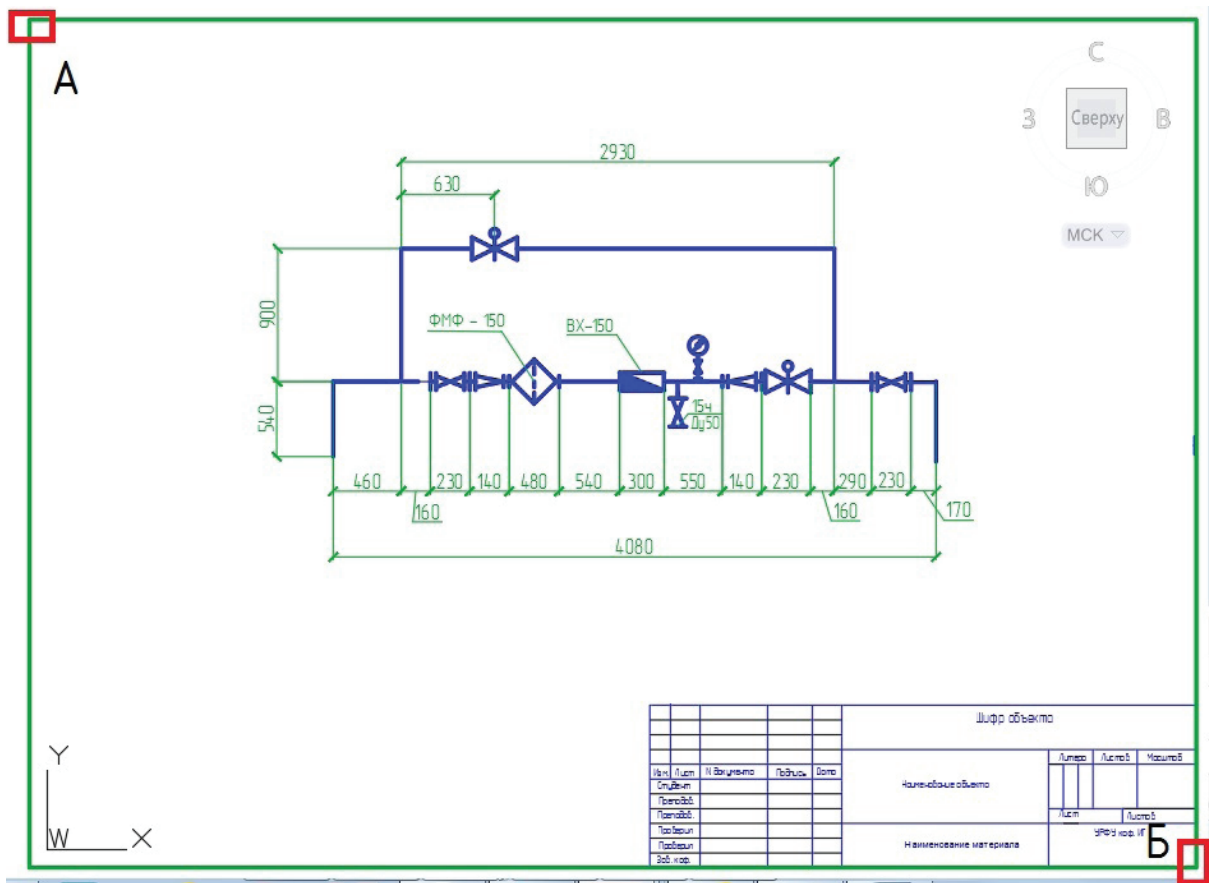

Рис. 2.5.40. Формирование видового экрана на листе
Сформированное изображение гидравлической схемы водомерного узла перенесем в пространство листа с заранее выполненным изображением формата А3 (рис. 2.5.40), как описано ранее в п. 2.4.2.
- 2) видовой экран, созданный программой, редактируем. Щелкнем по рамке видового экрана **ЛКМ** и растянем с помощью синих «ручек» до размеров формата. Можно создать новый видовой экран. **Лента** → вкладка ленты **Лист** → **Видовые экраны листа** → **Прямоугольный видовой экран** → **Прямоугольный**. Курсором укажите границы видового экрана для гидравлической схемы, точки А и Б (рис. 2.5.40);
Сохраним чертёж:  → **Сохранить как** → **Чертеж**. В окне **Сохранение чертежа** укажите имя чертежа, тип файла и место расположения на компьютере. Выполненное изображение схемы водомерного узла на листе формата А3 приведено на рис. 2.5.40.